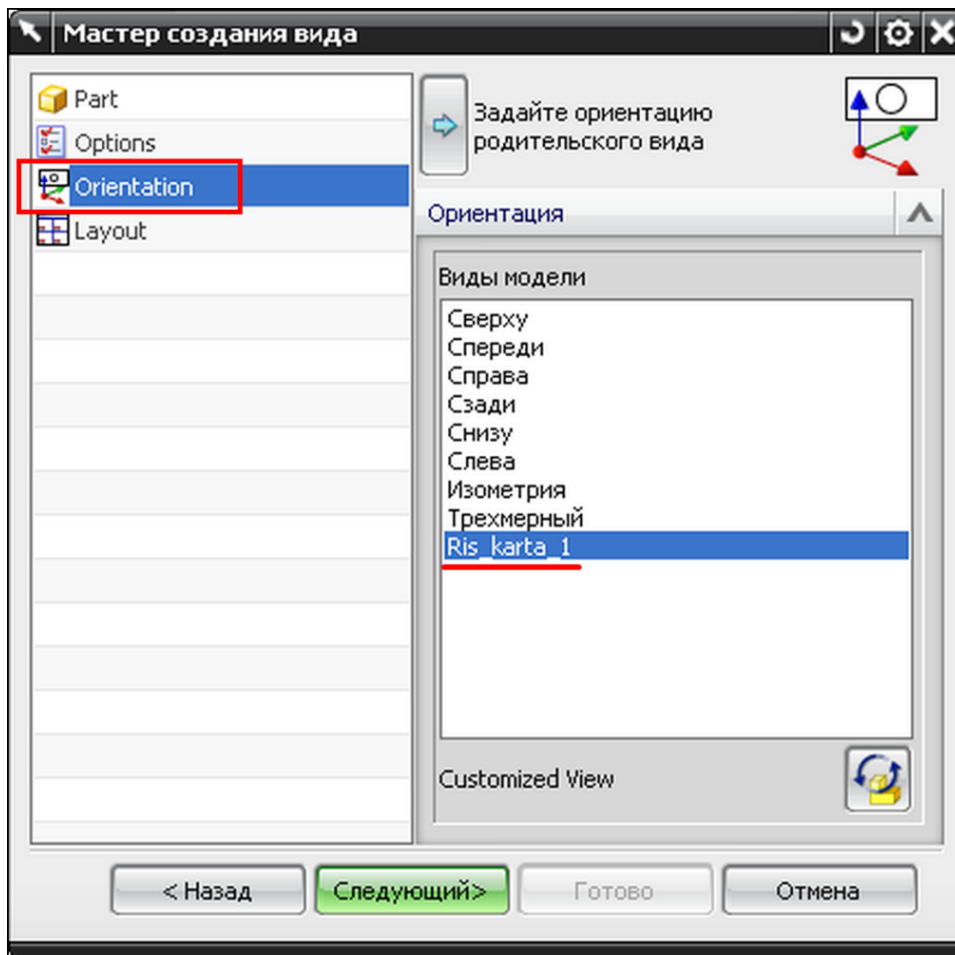

Рис. 8.5. Интерфейс окна диалога **Мастер создания вида**
- в окне диалога **Мастер создания вида** (рис. 8.5) выберите строку **Orientation** для обновления интерфейса окна;